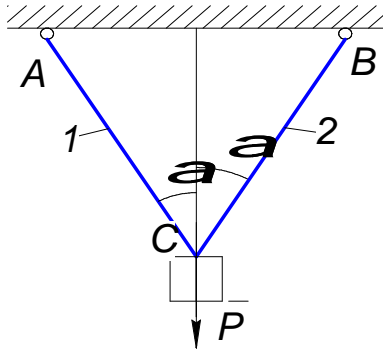

Рис.2.12
2.24. Груз P подвешен на двух стержнях, как показано на рис. 2.12. Угол $= 30$ град. Стержень AC – стальной, круглого поперечного сечения, диаметром 30 мм , с допустимым напряжением для материала $[\sigma] = 160 \text{ МПа}$. Стержень CB – алюминиевый, диаметром 40 мм и с $[\sigma] = 60 \text{ МПа}$. Какой наибольший груз P можно подвесить на этих стержнях?